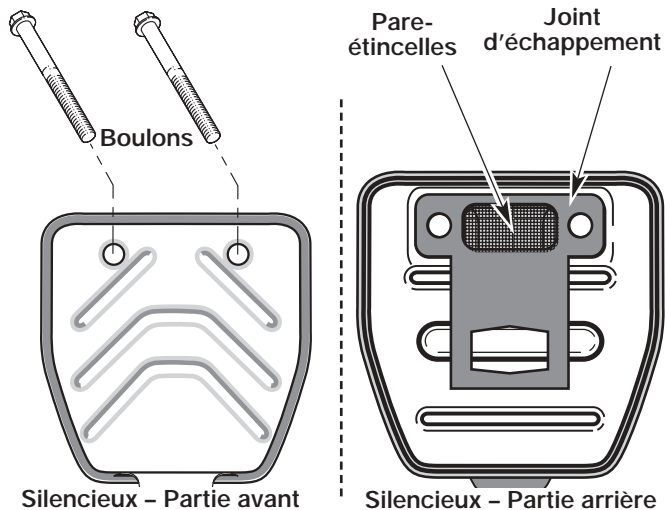

Fig. 25
2. Repérez le devant du silencieux et les deux (2) boulons qui le retiennent au moteur. (Fig. 25). Retirez les deux (2) boulons à l'aide d'un tournevis à lame plate, d'une douille de 5/16 po ou d'un tourne-écrou. Retirez le silencieux du moteur.
3. Retournez le silencieux vers l'arrière et repérez le joint d'échappement. Retirez le joint du silencieux (Fig. 25).
7. Placez le joint d'échappement contre l'arrière du silencieux. Alignez les trous de boulon du joint d'échappement avec les trous de boulon du silencieux. Tout en maintenant le joint d'échappement en place, insérez les boulons dans le devant du silencieux (Fig. 25).